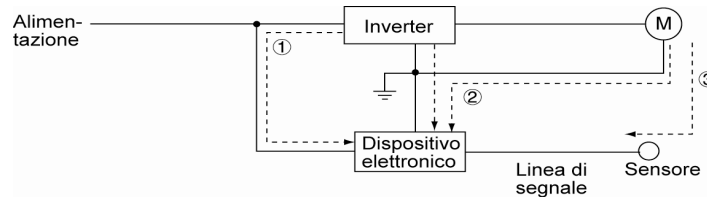

Figura A.3 Rumore di conduzione
(1) Rumore di conduzione
Il rumore generato in un inverter può propagarsi attraverso il conduttore e l'alimentazione e interessare le periferiche dell'inverter (figura A.3). Questo tipo di rumore viene definito "di conduzione". Alcuni tipi di rumore di conduzione si propagano attraverso il circuito principale ①. Se i cavi di terra sono collegati ad un morsetto di terra comune, il rumore di conduzione si propaga attraverso il percorso ②. Come mostrato nel percorso ③, alcuni tipi di rumore di conduzione si propagano attraverso le linee di segnale o i cavi schermati.